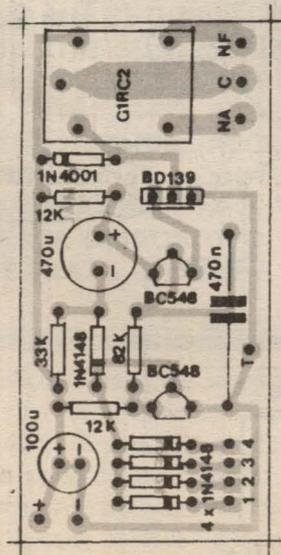

Fig. 3
- **FIG. 3 - CHAPEADO DA MONTAGEM** - Lado não cobreado da placa, já com todos os componentes do circuito devidamente posicionados, cada um deles identificado pelo seu código, valor, indicativos de polaridade, etc. Várias das peças são polarizadas, requerendo uma orientação rigorosa na placa, de modo que seus terminais não resultem ligados invertidos ao circuito: os dois BC548 com seus lados *chatos* voltados para o grupinho de 4 diodos 1N4148, o BD139 com sua face metalizada virada para o BC548 próximo, todos os seis diodos com seus terminais de *catodo* indicados pela presença de uma faixa ou anel em cor contrastante numa das extremidades dos componentes e os dois capacitores eletrolíticos com suas polaridades de terminais claramente marcadas... O relê apresenta terminais dispostos em tal forma que simplesmente *não podem* ser inseridos erroneamente (apenas talvez torne-se necessário um pequeno *alargamento* nos respectivos furos, devido ao diâmetro um pouco mais avantajado dos seus pinos...). Os demais componentes (resistores e capacitor de poliéster) não são polarizados, podendo seus terminais ficar em qualquer posição relativa (mas sempre rigorosamente nos furos/ilhas ao componente destinados, na conformidade dos seus valores...). O **TABELÃO APE** ajuda aos novatos, na leitura de valores de componentes, pelos respectivos códigos de notação... Finalizadas as soldagens, cada posição, valor, polaridade e orientação deve ser conferida com cuidado, o mesmo sendo feito quanto à qualidade dos pontos de solda, pela face cobreada (eventuais correções devem ser feitas ainda *antes*